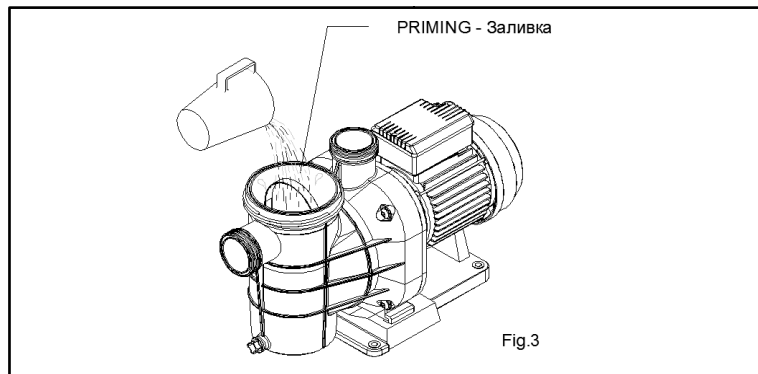

Fig.3
- Для обеспечения нормальной работы насоса требуется его заливка до момента, когда уровень воды достигает поверхности приемной трубы. Для моделей со встроенным фильтром предварительной очистки, заливка водой насоса производится через открытую крышку предфильтра (Рис. 3).
- For the correct operation of the pump, it must be primed until water reaches the surface of the suction pipe. In models with built-in pre-filter, the pump can be filled with water by opening the lid of the pre-filter (Fig. 3).
- For models with pre-filter the following operations can be performed (Fig. 3):
- Для моделей с фильтром предварительной очистки следует выполнить следующие действия (Рис. 3):